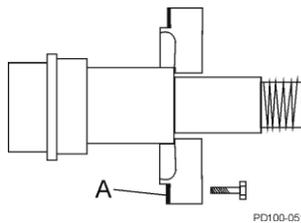

Figure 43 - Retrait du mastic du dispositif de retenue
- Retirez le mastic silicone (figure 43, élément A) du dispositif de retenue du roulement et du carter d'engrenage.